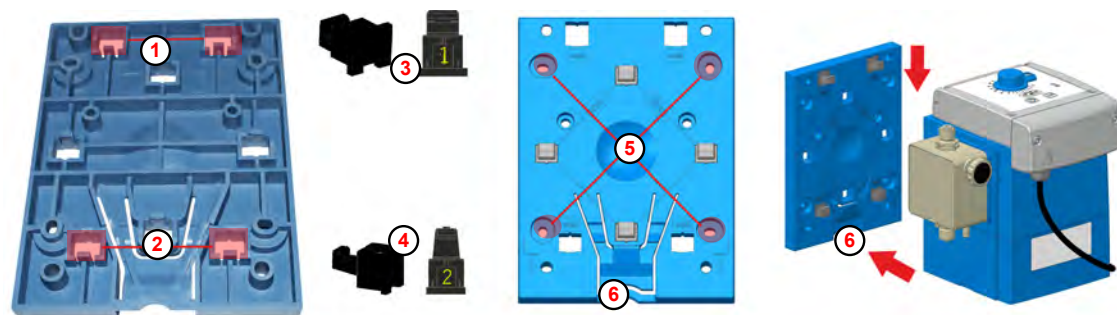

Fig. 5: Predisposizioni per il montaggio a parete
- ① Apertura (codice 2) ④ Elemento di fissaggio (codice 2)
② Apertura (codice 2) ⑤ Foro
③ Elemento di fissaggio (codice 1) ⑥ Linguetta di ritegno
Le aperture per il montaggio a parete (Fig. 5, ① e/o ②) sono contrassegnate con il numero 2 sul lato inferiore della piastra di montaggio.